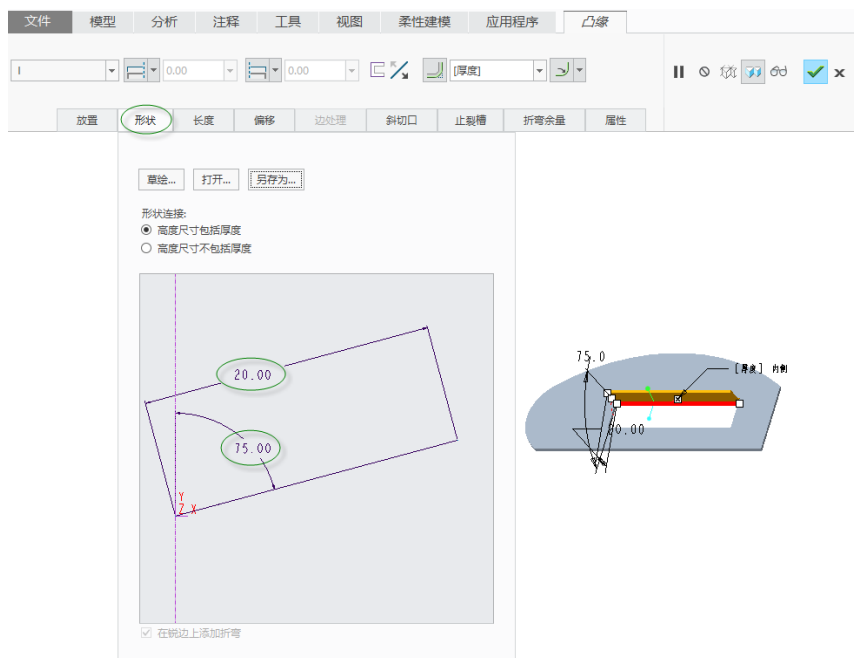

图 1-135 在“形状”面板中修改轮廓形状尺寸
(3) 在“凸缘”选项卡中打开“形状”面板，默认选择“形状连接”下的“高度尺寸包括厚度”单选按钮，并在“草绘”窗口中修改形状尺寸，如图 1-135 所示。